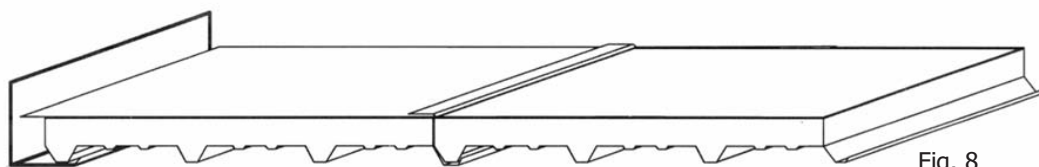

Fig. 8
5. Montar el segundo panel sobreponiendo la greca llena a la greca vacía del primer panel y proceder a la fijación como se indica en el punto 4.4.3 (fig. 8).